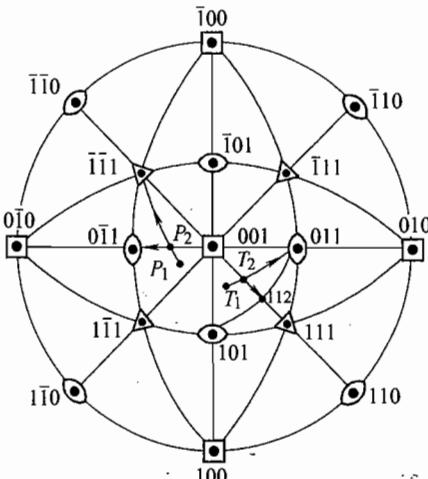

图 1-1 第一题第 2 小题解答图
2.  $\alpha$ -黄铜为 FCC 结构，滑移系统为  $\{111\} <10\bar{1}>$ 。沿轧向受到拉力的作用，晶体滑移转动。如图 1-1 所示，在晶体学坐标系中，设拉力轴  $T_1$  位于  $001-101-111$  取向三角形中，则始滑移系为  $(1\bar{1}1) [011]$ ，拉力轴转向  $[011]$  方向，使拉力轴与滑移方向的夹角  $\lambda$  减小。当力轴到达两个取向三角形的公共边，即  $T_2$  时，开始发生双滑移，滑移系  $(\bar{1}11) [101]$  也启动，拉力轴既转向  $[011]$  方向，又转向  $[101]$  方向，结果沿公共边转动。到达  $[112]$  方向时，由于  $[101]$ 、 $[112]$ 、 $[011]$  位于同一个大圆上，两个  $\lambda$  角同时减小到最小值，故  $[112]$  为最终稳定位置，从而使  $<112>$  方向趋于平行于轧向；在轧面上受到压力作用，设压力轴  $P_1$  位于  $001-\bar{0}11-\bar{1}\bar{1}1$  取向三角形中，则始滑移系为  $(\bar{1}\bar{1}1) [101]$ ，压力轴转向  $(\bar{1}\bar{1}1)$  面，使压力轴与滑移面的夹角  $\phi$  减小。当力轴到达两个取向三角形的公共边，即  $P_2$  时，开始发生双滑移，滑移系  $(\bar{1}\bar{1}1) [\bar{1}01]$  也启动，压力轴既转向  $(\bar{1}\bar{1}1)$  面，又转向  $(111)$  面，结果沿公共边转动。到达  $(0\bar{1}1)$  面时，由于  $(\bar{1}\bar{1}1)$ 、 $(0\bar{1}1)$ 、 $(\bar{1}11)$  位于同一大圆上，两个  $\phi$  角同时减小到最小值，故  $(0\bar{1}1)$  为最终稳定位置，从而使  $(0\bar{1}1)$  面趋于平行于轧面。其结果， $\{110\} //$  轧面， $<112> //$  轧向。